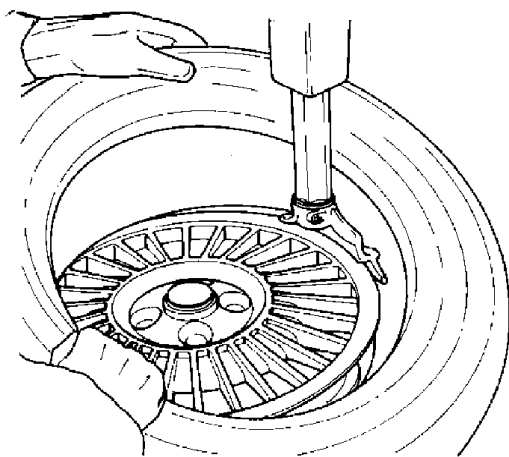

Fig.20
**B.** Verrouiller l'autocentreur et le faire pivoter de manière à ce que la vanne soit à la position 2 heures. Mettre le pneu sur la jante. Approcher le bras déporté et mettre l'outil en position de travail. (Fig. 20) Engager le talon inférieur SUR la tête de monte/démonte et SOUS le doigt de montage de la tête de monte/démonte (Fig.20). Faire tourner la roue dans le sens des aiguilles d'une montre (pédale droite pressée) tout en poussant simultanément le pneu dans la base creuse, en face de la tête de montage/démontage.